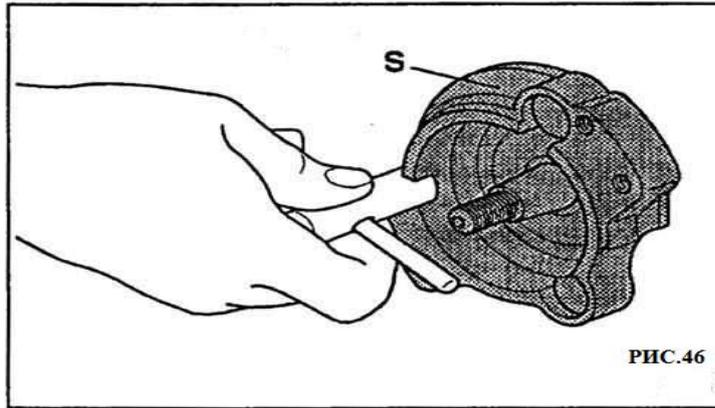

РИС.46
- 3) Установите алюминиевую поддержку **С** (Рис.46) поставляемую вместе с тормозами, напротив корпуса коробки передач и закрепите ее на последней винтами в трёх имеющихся для этой операции отверстиях в картере. Теперь четыре поддерживающих отверстия для тормозного устройства доступны, как показано на рисунке.